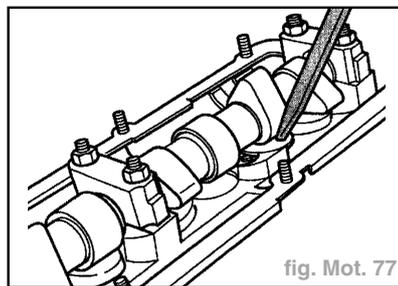

fig. Mot. 77
- Faire descendre le poussoir avec une cale en bois ou en plastique. Remplacer le poussoir si une jauge d'épaisseur de **0,20 mm** peut être introduite entre l'arbre à cames et le poussoir (fig. Mot. 77).